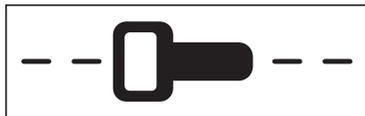

Fig. 29: Orientation du récepteur par rapport au tracé supposé de la conduite
- Maintenez le récepteur par rapport au tracé supposé de la conduite comme indiqué dans la figure 29.